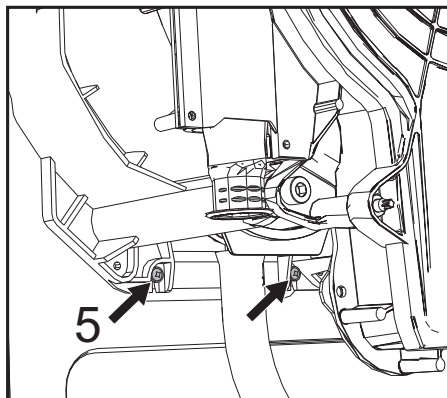

fig. 49
- Slăbiți cele 2 șuruburi **de jos** „5” care fixează schimbătorul de căldură de șasiu (fig. 49)